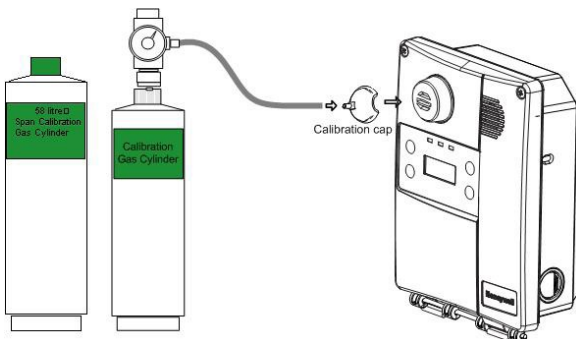

Figura 4. Instalación de calibración
- Conecte el tubo del regulador a la tapa de calibración del sensor como se muestra en la Figura 4.
- Conecte el tubo del regulador a la tapa de calibración del sensor. Vea la figura 4.